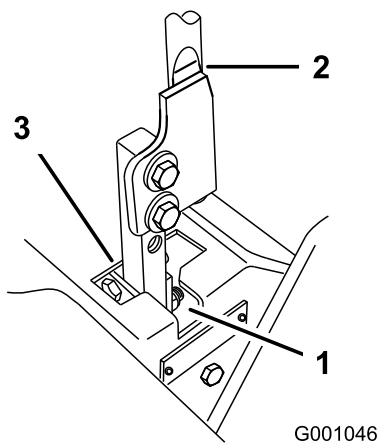

Bild 67
5. Schieben Sie den Hebel in die Neutral-Stellung (nicht arretiert) (Bild 67).
6. Ziehen Sie den Hebel zurück, bis der Lastösenbolzen (am Arm unter dem Gelenkschaft) das Schlitzende berührt (und soeben Druck auf die Feder ausübt) (Bild 67).
7. Prüfen Sie, dass der Fahrantriebshebel relativ zur Kerbe im Armaturenbrett ist (Bild 67). Er sollte zentriert sein, so dass der Hebel nach außen in die gesperrte Neutralstellung gedreht werden kann.